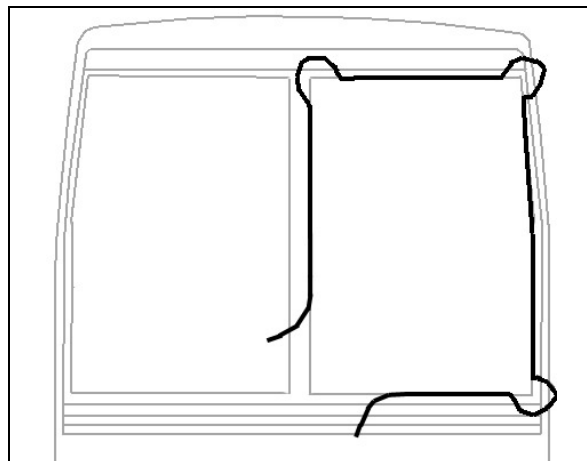

FIGURE 96 : INSTALLATION DU PARE-BRISE À L'AIDE D'UNE CORDE
- Insérer une corde dans la pièce extrudée en laissant assez de longueur à chaque extrémité pour faire une boucle. Vaporiser de l'eau savonneuse sur la corde et la pièce extrudée en caoutchouc (Figure 96).